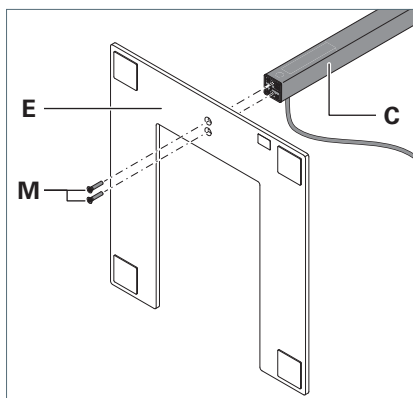

Fig. 4: Montaggio del tubo verticale.
3. Montare il tubo verticale con le viti in dotazione **M** sul piede dell'apparecchio d'illuminazione **E**, vedere Fig. 4.